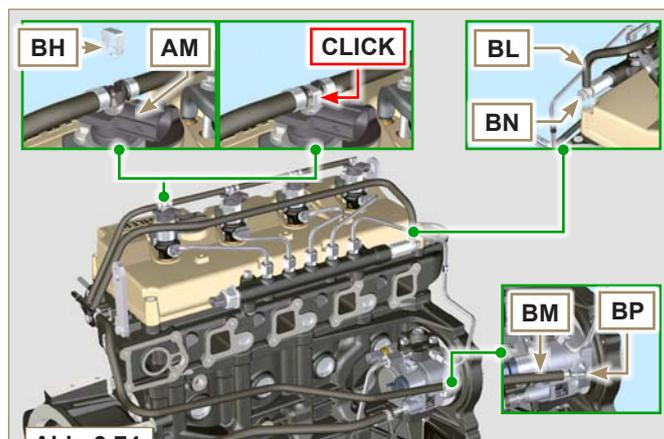

Abb. 9.74
- 3 - Die Anschlussstücke **BG** (Abb. 9.74) auf die Elektro-Einspritzventile **AM** aufsetzen und sie mit den Schellen **BH** blockieren.